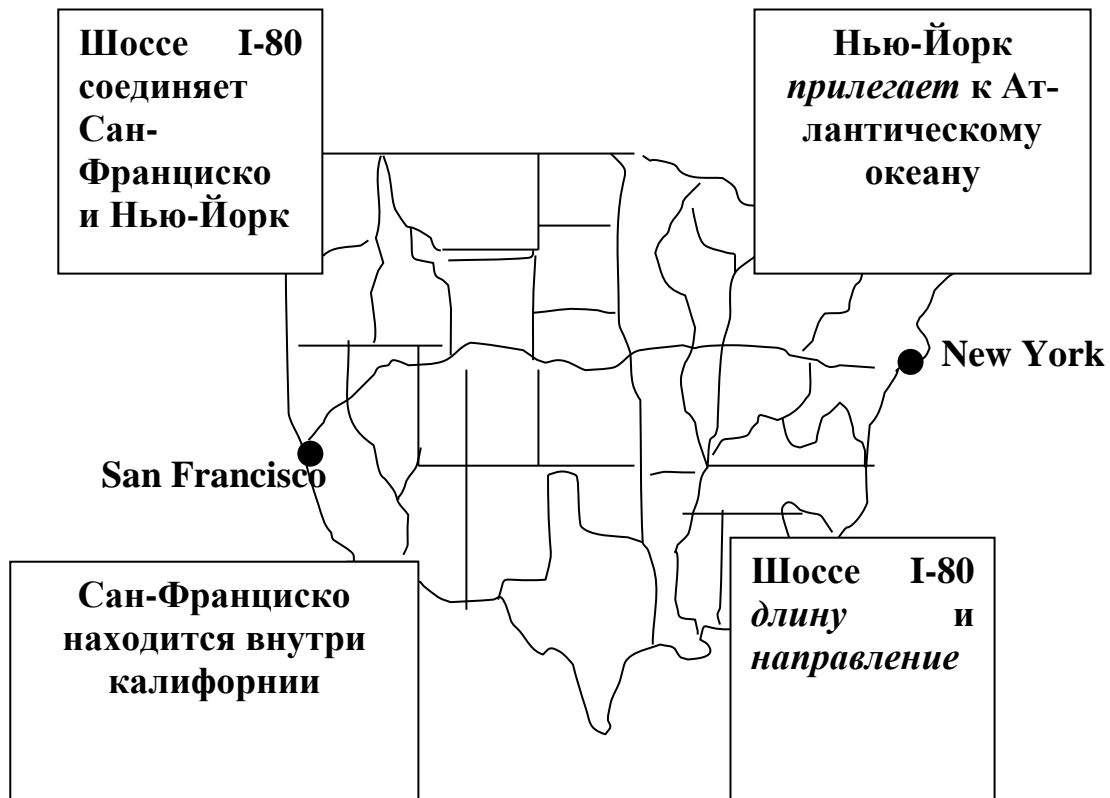

Рисунок 4 – Взаимоотношения пространственных объектов
- Относительное расположение объектов определяет их взаимоотношения (пример – см. рисунок 4).